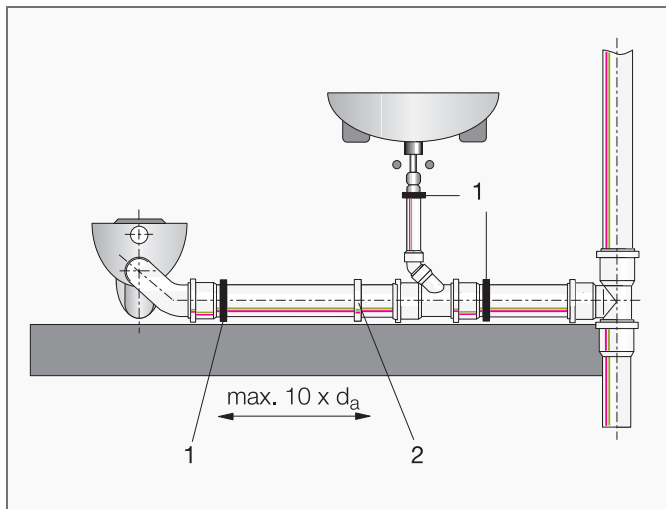

Fig. 7-5 Skema e instalimit të tubacionit horizontal
Skema për mbërthimin e zakonshëm të tubacionit horizontal me izolim akustik RAUPIANO PLUS paraqitet grafikisht (shikoni fig. 7-5).
- Distanca midis kapëses mbërthyesë dhe kapëseve udhëzuese nuk duhet të jetë më e madhe sesa dhjetëfishi i diametrit të jashtëm të tubit d_a (shikoni fig. 7-5): Distanca $\leq 10 \times d_a$.